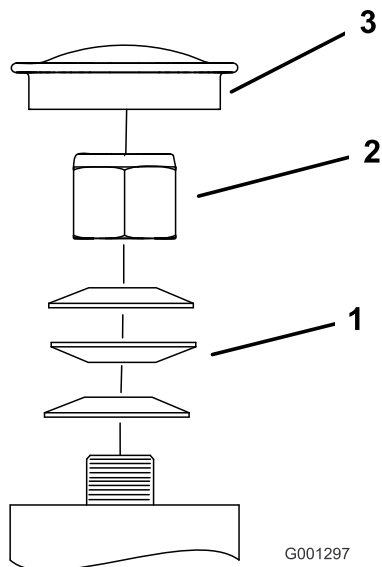

Figura 79
3. Retire el tapón guardapolvo de la rueda giratoria y apriete la contratuerca (Figura 79).
4. Apriete la contratuerca hasta que las arandelas de muelle estén planas, luego afloje $\frac{1}{4}$ de vuelta para establecer la pre-carga correcta de los cojinetes (Figura 79).
Importante: Asegúrese de que las arandelas de muelle están correctamente instaladas, según se muestra en Figura 79.
5. Coloque el tapón anti-polvo (Figura 79).